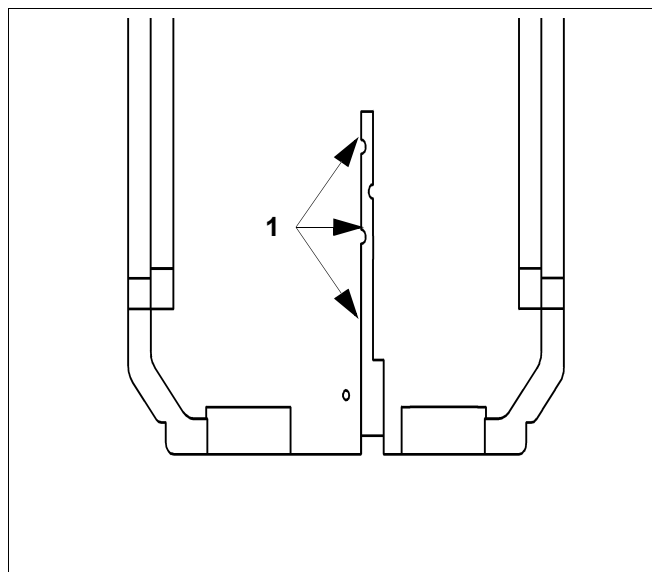

Рис. 13 Задний теплоизоляционный элемент
- Электрические провода проложить в кабельный ввод (рис. 13, **поз. 1**) заднего теплоизоляционного элемента и вывести назад.